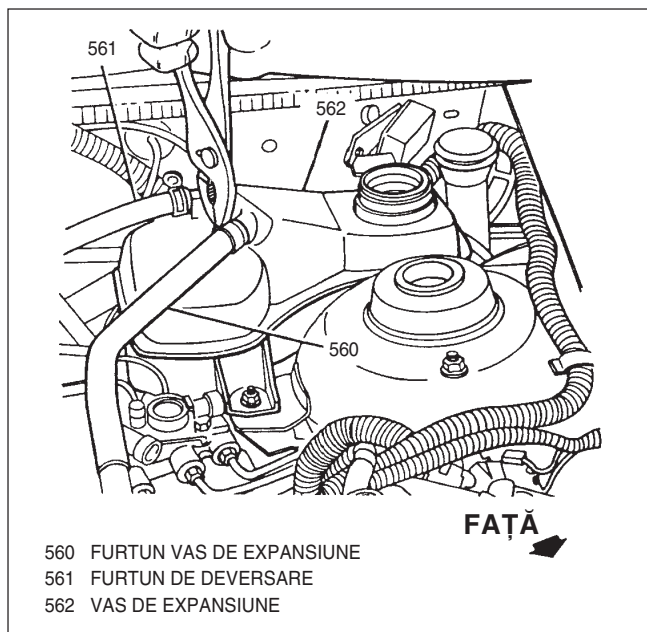

Fig. 19. Deconectarea furtunului de la vasul de expansiune
2. Colierul furtunului și furtunul de la vasul de expansiune (Fig. 19).